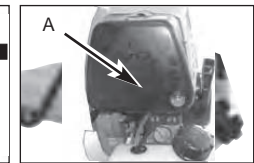

Fig. 9D
2. Press the primer bulb 10 times.(Fig.9D)